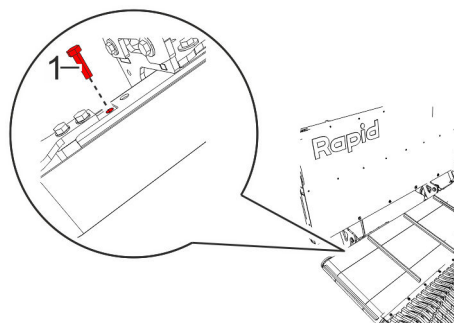

Abb. 67: Spanner blockieren
5. ➤ Spanner mit Schraube M10x30 (Abb. 67/1) blockieren.